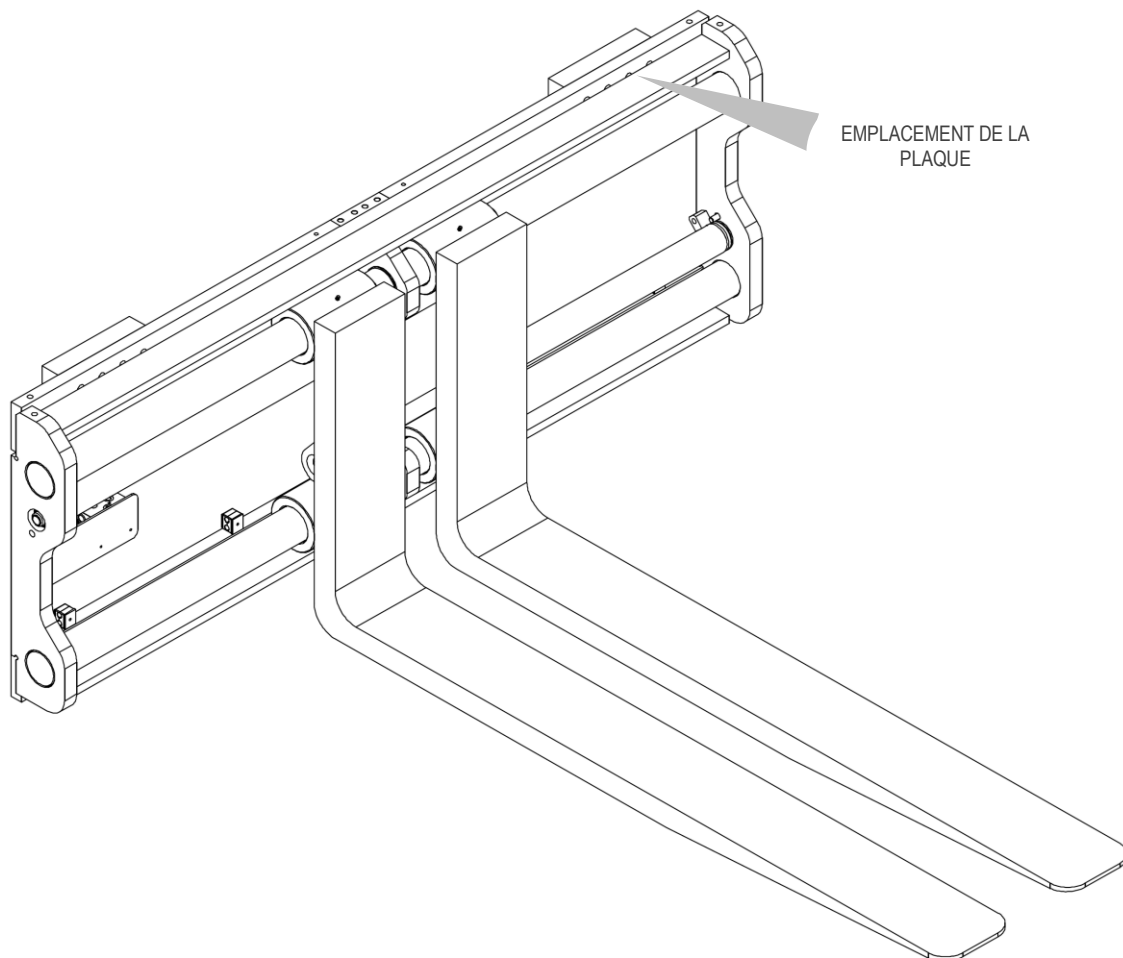

Figure 1
Tous les équipements A.T.I.B. – POSITIONNEUR DE FOURCHES DOUBLE BARRE TYPE 673 sont identifiés par une plaque adhésive (voir *Tableau 1*) située sur l'équipement (voir *Figure 1*, la plaque dans tous les types se trouve dans la zone indiquée dans la figure), toujours se référer au numéro de série.
Pour cela, il faut utiliser des courroies ou des chaînes dont les dimensions sont adaptées au poids de l'équipement comme indiqué sur la plaque signalétique (voir *Figure 1* et le *Tableau 1* page 6).
11. Raccorder le circuit hydraulique en s'assurant que la pression de service des tuyaux est supérieure ou égale à la pression indiquée sur la plaque d'identification (voir *Figure 1* et le *Tableau 1* page 6).